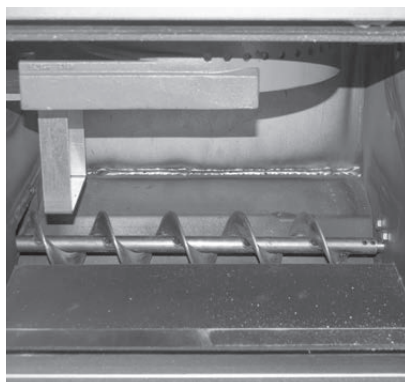

Fig. 68 Ascheraum
- ▶ Verkleidungstür und Ascheraumtür öffnen – Fig. 68.